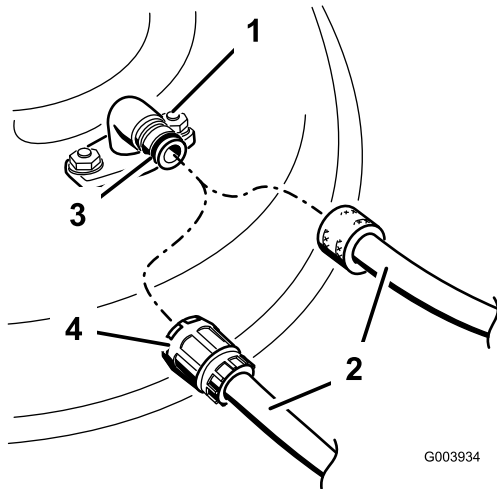

Figure 29
4. Branchez un flexible au raccord de lavage et ouvrez l'arrivée d'eau à fond (Figure 29).